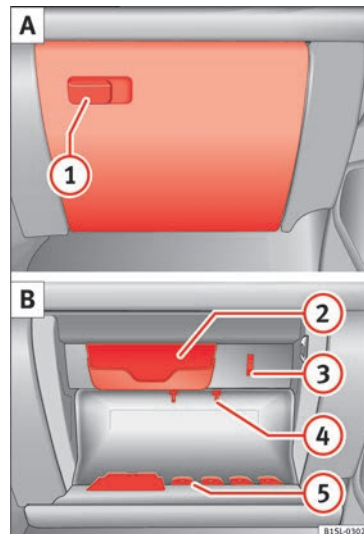

Fig. 123 Portaobjetos con tapa en el lado del acompañante.
Tire de la maneta para *abrir* » fig. 123 ①.